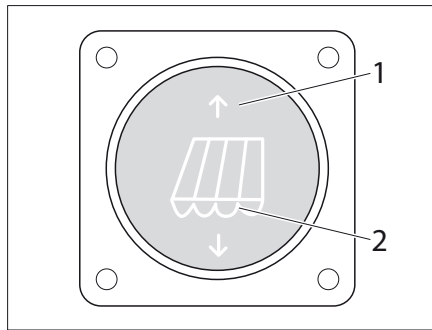
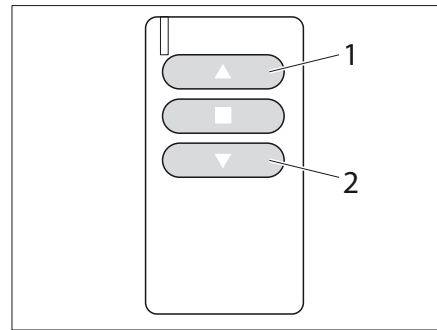

Bild 42 Omkopplare för markis, elektrisk
Bild 43 Fjärrkontroll för markis, elektrisk
Markisen finns även i en eldriven version. Styrning via omkopplaren (Bild 42) eller med fjärrkontrollen (Bild 43).
*Inkörning av markisen:* ■ Tryck på knapp (Bild 42/1) eller knapp (Bild 43/1). Markisen åker upp.
*Markisen åker ner:* ■ Tryck på knapp (Bild 42/2) eller knapp (Bild 43/2). Markisen åker ner.